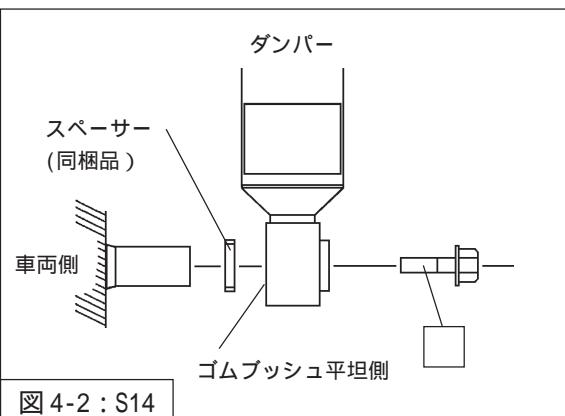
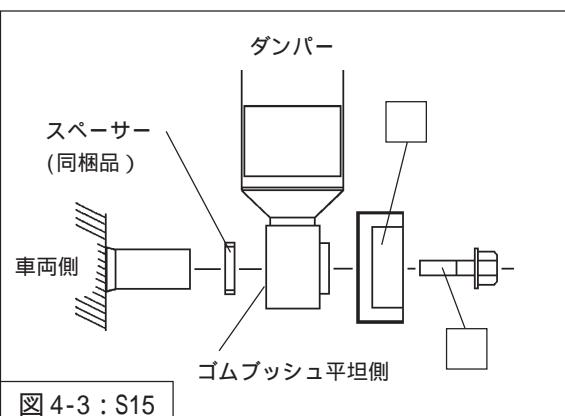

図4-2:S14
図4-3:S15
3. ダンパーロア取付部の車両側のシャフトにスペーサー(同梱品)を取り付けてください。(図4-2・図4-3)
ダイナミックダンパーを取付けてください。(図4-3)
(S15は締付トルク:99~117N·m)を取付けてください。(図4-2・図4-3)